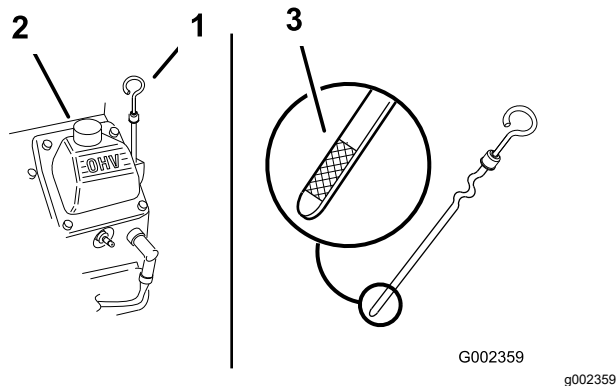

Рисунок 45
2. Очистите поверхность вокруг масломерного щупа (Рисунок 45), чтобы загрязнения не
3. Извлеките масломерный щуп, дочиста вытрите его, а затем снова вставьте до упора (Рисунок 45).
Уровень масла должен находиться между отметками «F» (полный) и «L» (низкий) на масломерном щупе (Рисунок 45).
5. Если уровень масла ниже метки «L» (низкий), снимите крышку заливной горловины (Рисунок 45) и добавляйте масло указанного типа, пока его уровень не достигнет отметки «F» (Полный) на щупе.